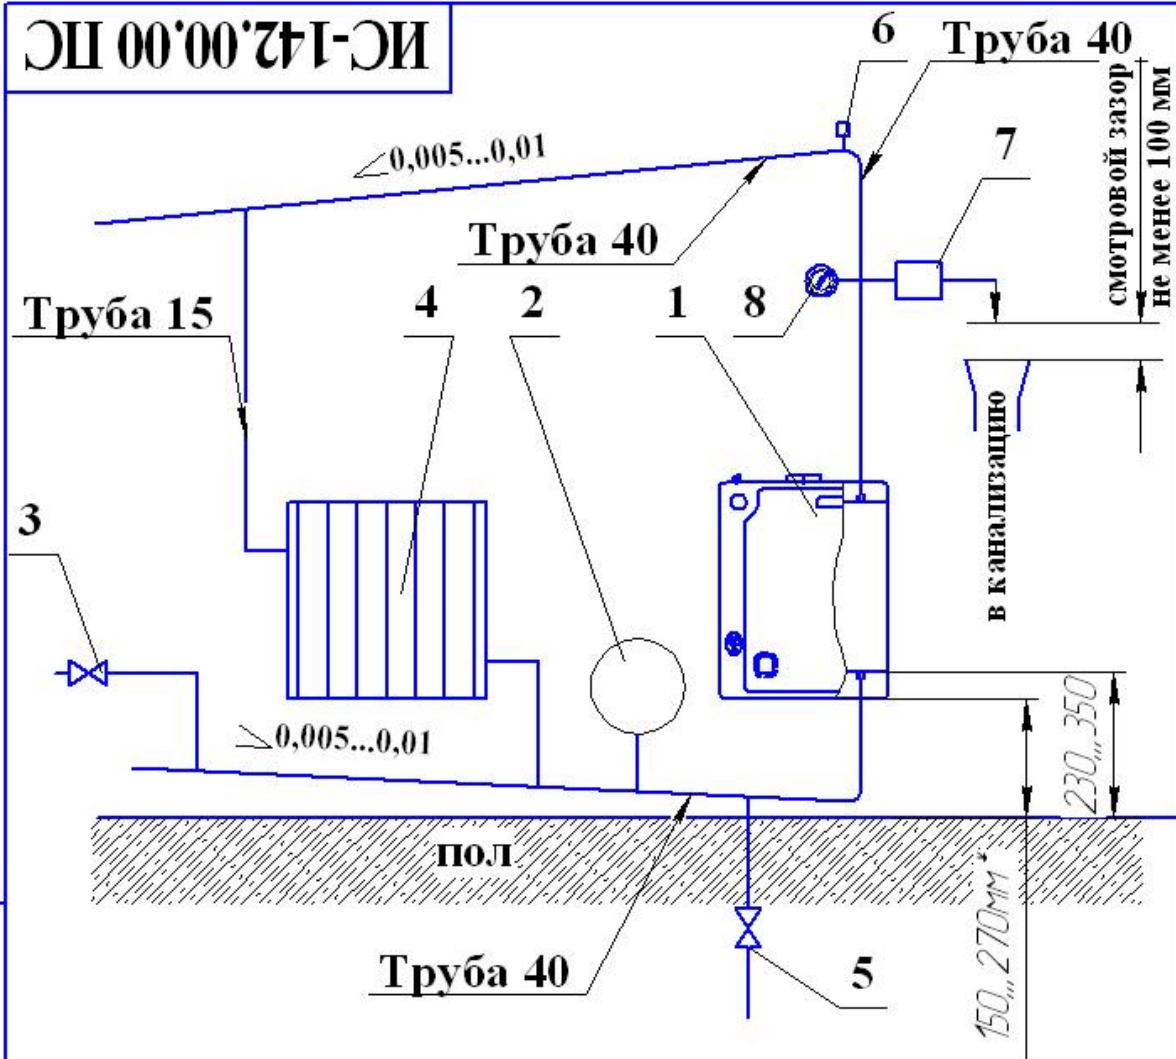

Рис.6 Рекомендуемая схема разводки закрытой отопительной гравитационной системы.
Варианты схем систем отопления показаны на рис. 6, 7, 8.
ПРИМЕЧАНИЕ. Для закрытых отопительных систем наполнительное давление воды в системе при температуре воды 20°C должно быть на 20 кПа больше минимального давления, обозначенного на манометре поз.8 (см. рис. 6, 7, 8) специалистом, вводящим систему в работу.
5) при закрытой отопительной системе контролировать давление в системе по манометру поз.8 (см. рис.6, 7, 8), при необходимости отрегулировать давление в системе в пределах рабочего поля, обозначенного на манометре специалистом, вводящим систему в работу, в зависимости от температуры отопительной воды в системе в данный момент добавлением или сливом воды.